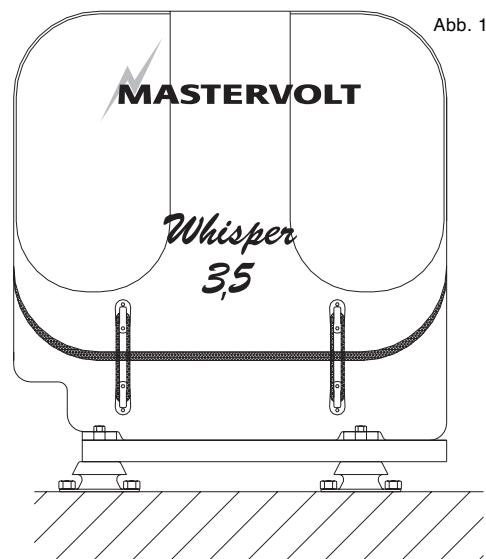

Abb. 12.
- 1 Bauen Sie eine Stahlplatte zwischen Schiffsrumph und Generator mit 4 vibrationsdämpfenden Halterungen ein (siehe hierzu Abb. 12, Bodenplatte).